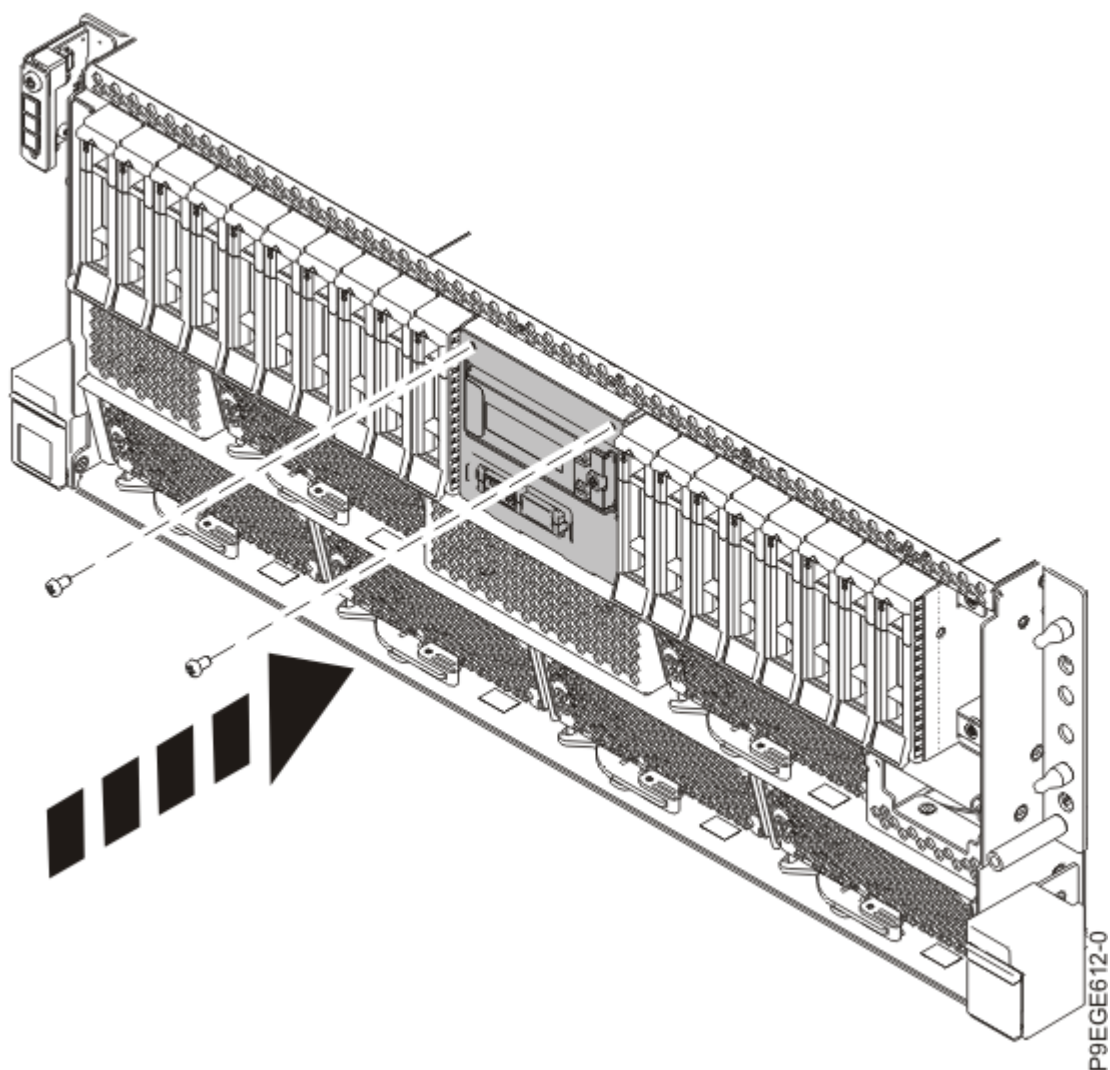

Figura 25. Com tornar a posar els dos cargols al receptacle frontal USB
5. Colleu el receptacle frontal USB amb dos cargols, tal com es mostra a la Figura 25 a la pàgina 27.